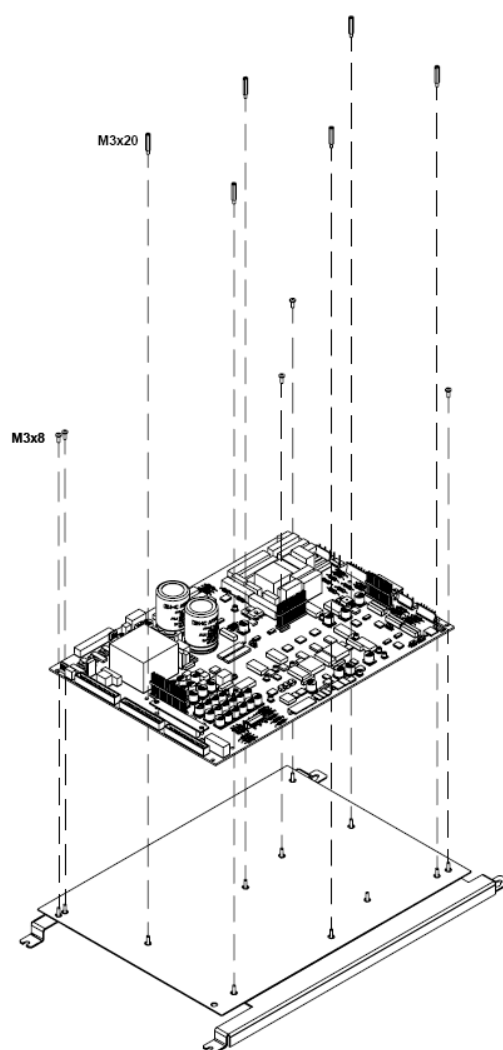
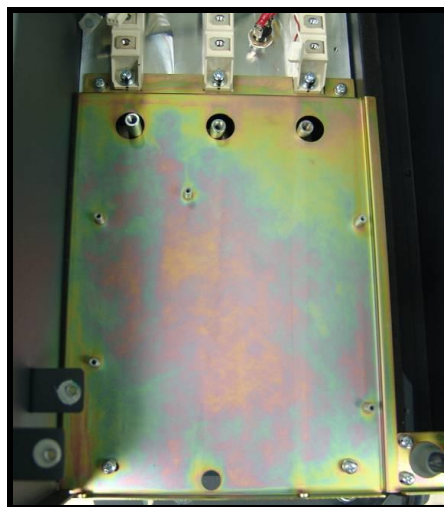

Figura 7.3.7. Retirar la tarjeta de potencia.
Figura 7.3.16
- 5) Colocamos la tarjeta sobre la bandeja para la electrónica, haciendo coincidir los pernos de esta con los agujeros de la tarjeta. (ver figura 7.3.7).
Antes de proceder, deberemos haber retirado los embellecedores (ver apartado 7.3.1) la bandeja de las tarjetas (ver figura 7.3.7), la tarjeta pinchable de disparo de tiristores (ver apartado 7.3.7.)
Antes de proceder, deberemos haber retirado los embellecedores (*ver apartado 7.3.1*) la bandeja de las tarjetas (*ver figura 7.3.7*), la tarjeta pinchable de disparo de tiristores (*ver apartado 7.3.7.*), la tarjeta de conexiones de potencia. *Ver figura (7.3.10)*
Antes de retirar la tarjeta gate drive superior debemos haber retirado los embellecedores (ver apartado 7.3.1) la bandeja de las tarjetas (ver figura 7.3.7).
Antes de retirar la tarjeta gate drive inferior e intermedio debemos haber retirado los embellecedores (ver apartado 7.3.1) la bandeja de las tarjetas (ver figura 7.3.7), la tarjeta de conexiones de potencia (ver apartado 7.3.8) y la tarjeta superior de gate drive (ver apartado 7.3.10).
Antes de retirar los trafos, debemos haber retirado los embellecedores (ver apartado 7.3.1) y la bandeja de las tarjetas (ver figura 7.3.7).
Para poder retirar la bobina de choque trifásica debemos haber retirado los embellecedores (ver apartado 7.3.1), la bandeja de las tarjetas (ver figura 7.3.7), la tarjeta de conexiones de potencia (ver apartado 7.3.8), el **dc bus** (ver apartado 7.3.9) y la bandeja donde se apoya la tarjeta de conexiones (ver figura 7.3.16).